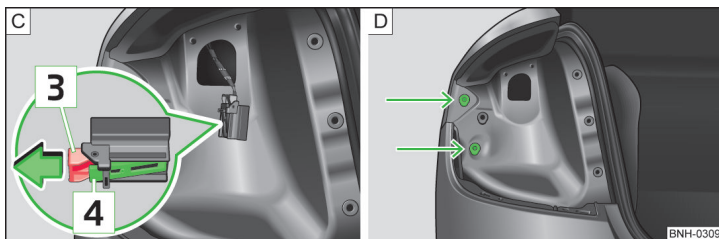

Fig. 157 Comutatorul lămpii / Montarea lămpii
- Trageți elementul de blocare **3** » [fig. 157 - \[C\]](#) al conectorului în sensul săgeții.
- Apăsăți elementul de blocare **4** » fig. 157 și detașați conectorul.
- Introduceți lampa în locașurile din caroserie » [fig. 157 - \[D\]](#).